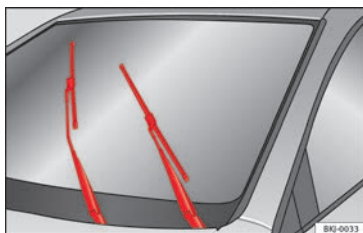

Fig. 89 Tergicristalli in posizione di manutenzione.
- Accendere e spegnere il quadro, quindi (dopo circa 9 secondi), spostare la leva del tergicristalli verso il basso (tergiture singola). Le spazzole si posizionano nella posizione di manutenzione » **fig. 89**.